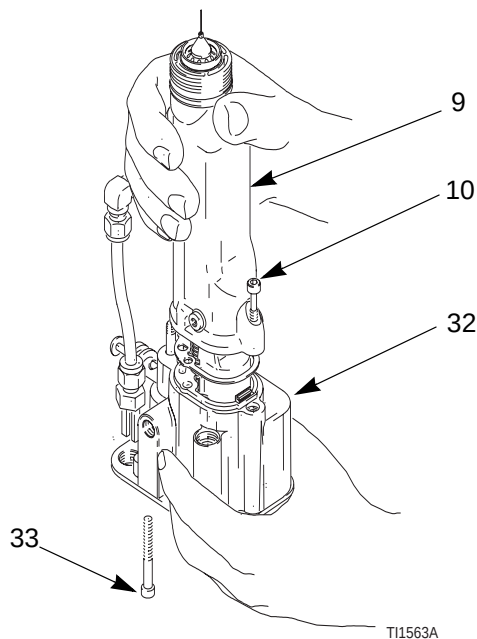

Fig. 28. Dépose du canon
2. Démonter le chapeau d'air, page 34. Démonter le capotage (2).
3. Desserrer avec précaution l'écrou du raccord produit (20). Sortir le tube (19) du raccord (23). S'assurer que les deux bagues (21, 22) et l'écrou restent sur le tube.
4. Retirer le contre-écrou (28) et la tige de commande (29). Voir page 38.
5. Desserrer les trois vis (10, 33). Voir Fig. 28.
6. Maintenir le corps du pistolet (32) d'une main et extraire le canon (9) du corps en le tenant dans l'axe. Voir Fig. 28.